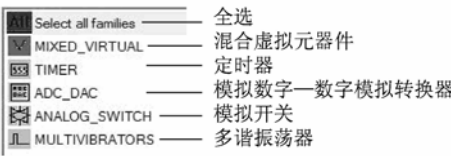

图 3-37 元器件系列图
10) 指示元器件 (Indicators Components) 库: 如图 3-37 所示, 含有 8 种 Multisim10 称为交互式元器件、用来显示电路仿真结果的显示器件。交互式元器件不允许用户从模型进行修改, 只能在其属性对话框中设置其参数。